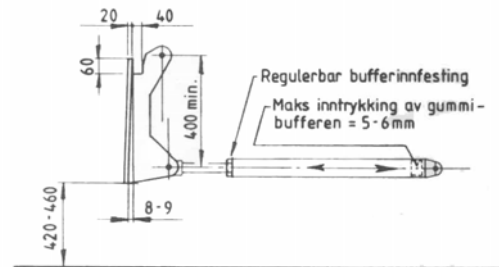

Fig. 32 Forspenning av bilplaten
For på beste måte å kunne utnytte brøyteutstyret samt å redusere faren for overkjøring, vil man i det følgende beskrive kravene til mål og vinkler ved montering. Videre redegjøres det for virkningene ved riktig og gal montering, se fig. 32 og 33.
Bilplaten skal forspennes ca. 8-9 mm. Se fig. 32. forspenningen skjer ved å justere den nedre regulerbare bufferinnfestingen.
- a) Det forutsettes at bil og plog står på horisontal vegbane, og at bilplaten er riktig innstilt (fig. 32).